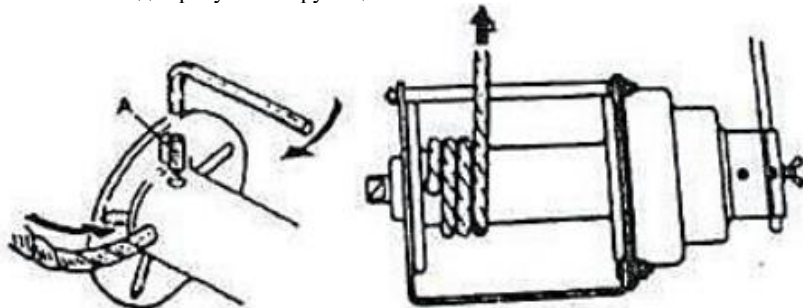

Рисунок 4. Монтаж каната для лебедки ручной канатной GEARSEN JHW грузоподъемностью 500 кг
- Для монтажа каната лебедки ручной GEARSEN JHW грузоподъемностью 500 кг (рисунок 4) ослабьте фиксирующий болт или установочный винт и вставьте конец каната в барабан на 57 мм до конца каната. Плотнo затяните болт до требуемого крутящего момента.